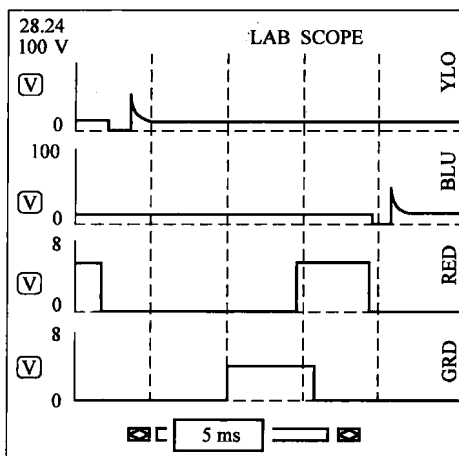

图 1-5 汽车示波器四通道显示屏幕
1) 汽车示波器的基本功能即为波形显示功能, 是指对汽车电控系统中的模拟信号或数字信号以波形的方式进行显示。它通常有多个通道接口, 能够同时显示多个波形, 多为双通道显示, 也有四通道显示。当为四通道显示时, 把示波器连接到四个不同传感器或执行器, 即可以把四种信号波形同时显示出来, 便于分析判断。图 1-5 所示为汽车示波器四通道显示屏幕, 它同时测试了两个喷油器、一个点火正时与一个参考信号四个信号波形。